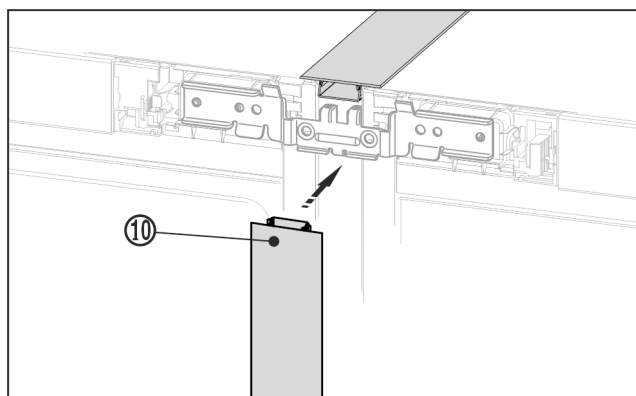

Fig. 23
- На передней стороне вдавите длинную декоративную планку Fig. 23 (10) в вертикальную щель. Обратите внимание, что планка опирается на соединительный лист.